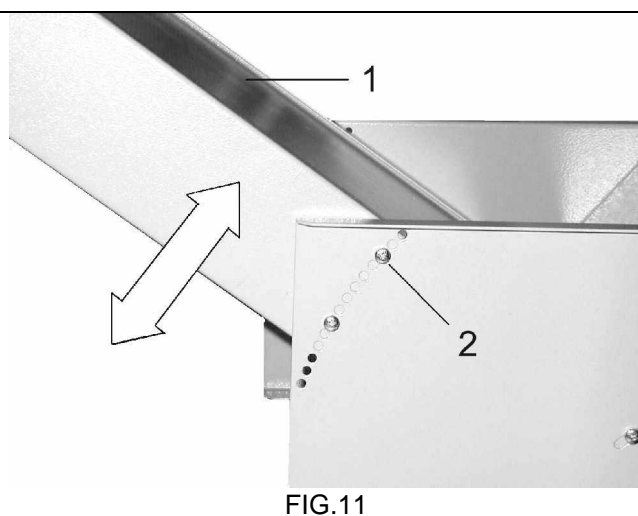

FIG.11
- При помощи винтов(2-рис.11) настройте необходимый угол наклона транспортера (1-рис.11), используя отверстия, просверленные на фиксирующей пластине.